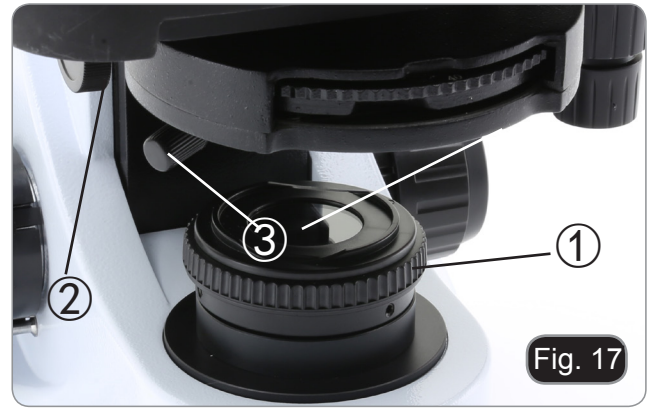

Fig. 17
2. Ruotare la ghiera del diaframma di campo ① per chiudere completamente il diaframma. (Fig. 17)
3. Ruotare la manopola di regolazione dell'altezza del condensatore ② per mettere a fuoco il bordo del diaframma.
4. Ruotare le due viti di centraggio ③ per portare l'immagine del diaframma nel centro del campo visivo.